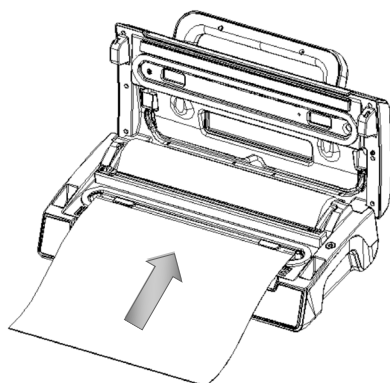

Fig. 5
5. Sett en ende av posen på toppen forseglingselementet i posen (Fig.5).